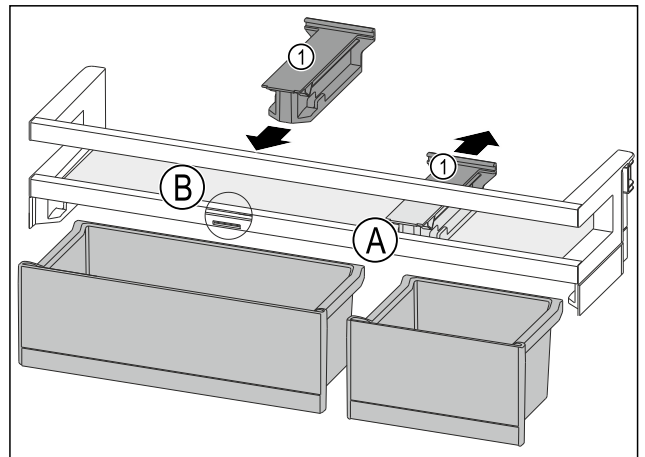

Fig. 190
- Halteteil Fig. 190 (1) in Position Fig. 190 (A) nach hinten abziehen.
- Halteteil Fig. 190 (1) in Position Fig. 190 (B) einsetzen.